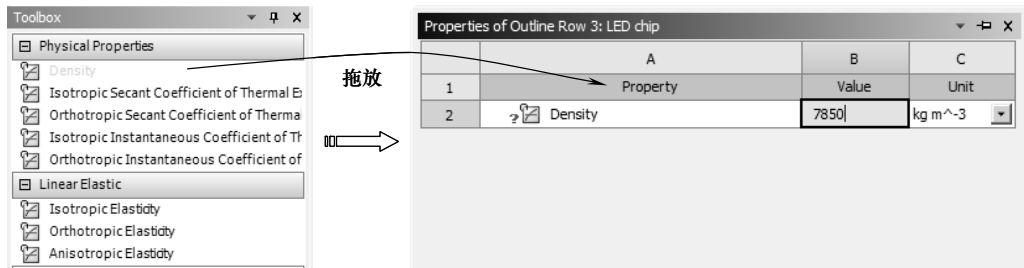

图 3-17 创建密度属性
5) 在【Outline of User Materials (用户材料列表)】窗口中选中新建的材料 LED chip，出现【Properties of Outline Row 3: LED chip】窗口，在【Toolbox (工具箱)】中【Physical Properties】下的【Density】选项上按住鼠标左键，拖动到 A1 栏的【Property】选项上，放开鼠标创建密度属性并输入属性值，如图 3-17 所示。